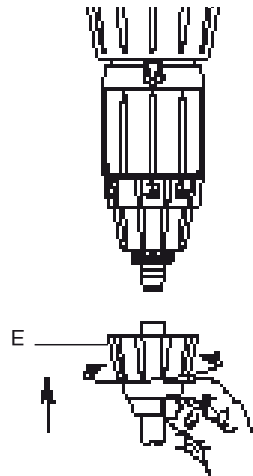

Abb. 8
- Zum Anschliessen des Ansaug-schlauches, die Mutter (Abb. 8-E) die sich unten am Dosierteil befindet, losschrauben und über den Saugschlauch stülpen.